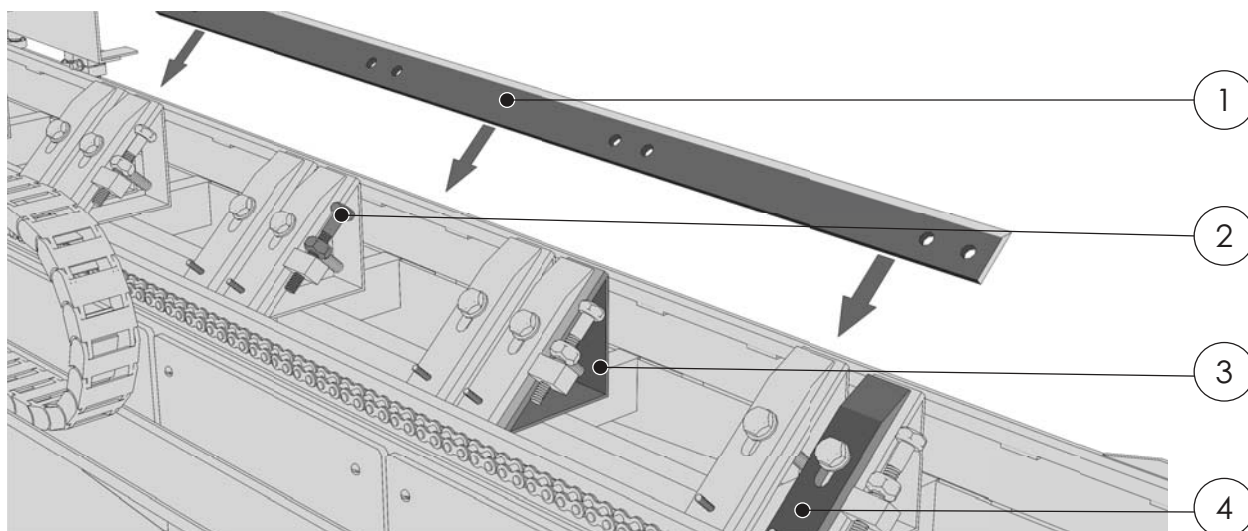
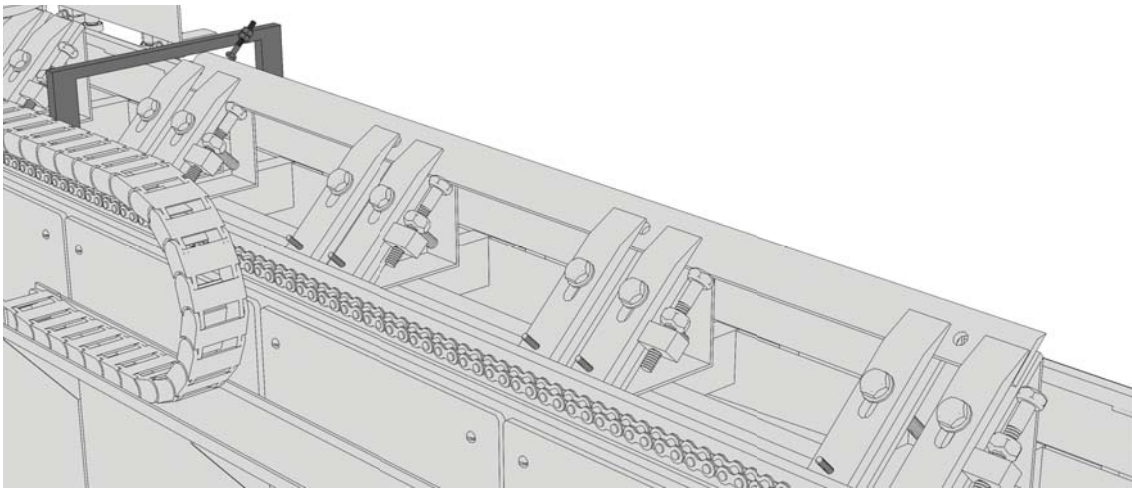

Рис. 6
Рис. 13
1. Разместить нож (1) на опорных площадках станка (3) (рис. 6) так, чтобы задняя кромка ножа легла на регулируемые опорные болты (2), после чего, с минимальным усилием, зафиксировать его двумя зажимами (4) (Рис. 6) для получения возможности регулировки положения ножа. Режущая кромка ножа должна выступать над краем опорных площадок не менее чем на 5 мм.
3. Переместив приспособление к противоположной стороне ножа, вращая регулируемый опорный болт (2 Рис. 6), добиться касания щупа приспособления с режущей кромкой ножа (Рис. 13). Для контроля правильности установки ножа, вернув устройство в исходное положение, проверить касание кромки ножа и щупа. В случае если касания нет, повторить операции описанные в п. 2 и 3.